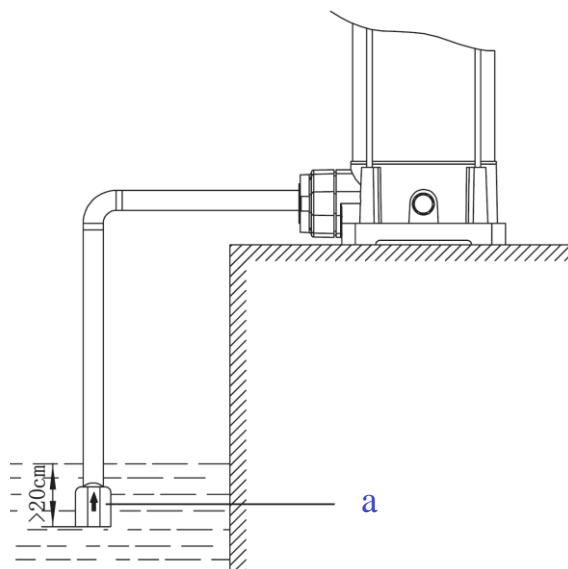

Fig. 2
- Installare una valvola di fondo (a) per impedire il riflusso e filtrare detriti, come pietre, dall'entrare nella pompa. Vedere la Fig. 2 per l'illustrazione.